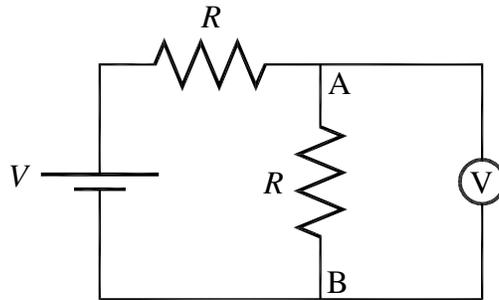

Figura 14 – Circuito divisor de tensão utilizado para observar o efeito da resistência interna do voltímetro nas medidas de tensão
a) No circuito da figura está mostrado um circuito denominado divisor de tensão. Justifique esse nome e explique o funcionamento do mesmo utilizando as equações adequadas em seu relatório. Monte o divisor de tensão mostrado na figura 14 utilizando $R = 1 \text{ k}\Omega$. Calcule a tensão esperada entre os terminais A e B, para uma tensão de alimentação de 1 V.
d) Para o mesmo circuito da figura 14, calcule a tensão esperada entre os terminais A e B se $R = 100 \text{ k}\Omega$. Repita as medidas do item c usando $R = 100 \text{ k}\Omega$. Compare as medidas realizadas com os dois valores de R e justifique as diferenças observadas.
Resultados das medidas de tensão do circuito da figura 14 com $R = 1\text{ k}\Omega$.